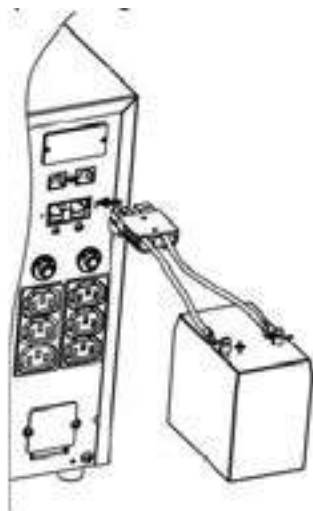

Рис. 2
**Подключение аккумуляторных батарей, соединенных последовательно (см. рис. 2 - 3):** У всех батарей должны быть одинаковые значения напряжения и емкости в ампер-часах. Сумма напряжений батарей должна равняться номинальному напряжению постоянного тока данного устройства (см. ниже: Таблица 2).